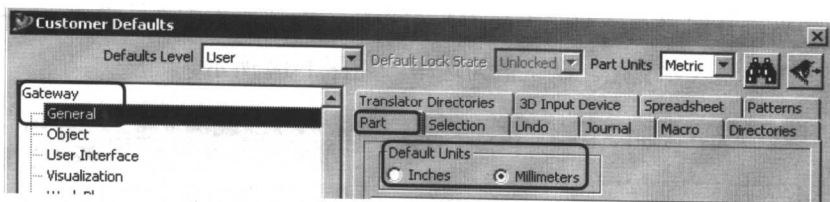

图 1-8
① **Gateway**→**General**→**Part** 中的 **Default Units**, 即新建文件的默认单位, 默认值为 **Millimeters**(毫米), 如图 1-8 所示。